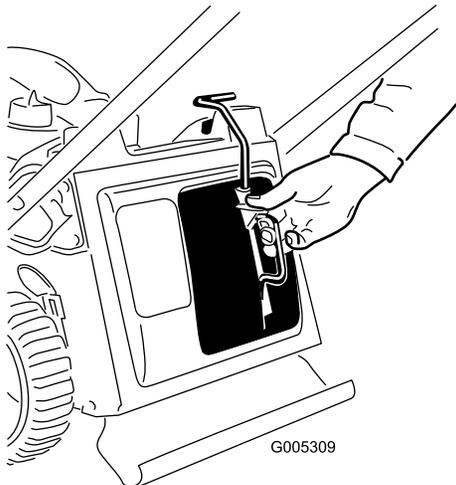

Bild 29
1. Entfernen Sie den Recycler-Verschluss (Bild 29).